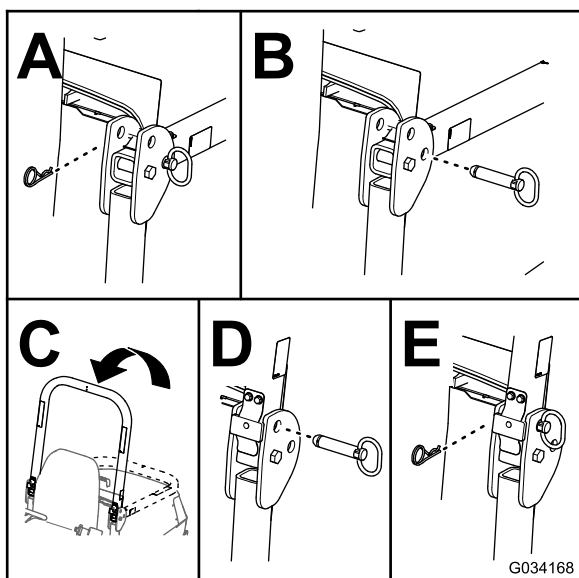

Figura 29
2. Togliete le coppiglie e i perni dal roll bar (Figura 29).
3. Sollevate il roll bar e fissatelo in posizione con i perni e le coppiglie (Figura 29).